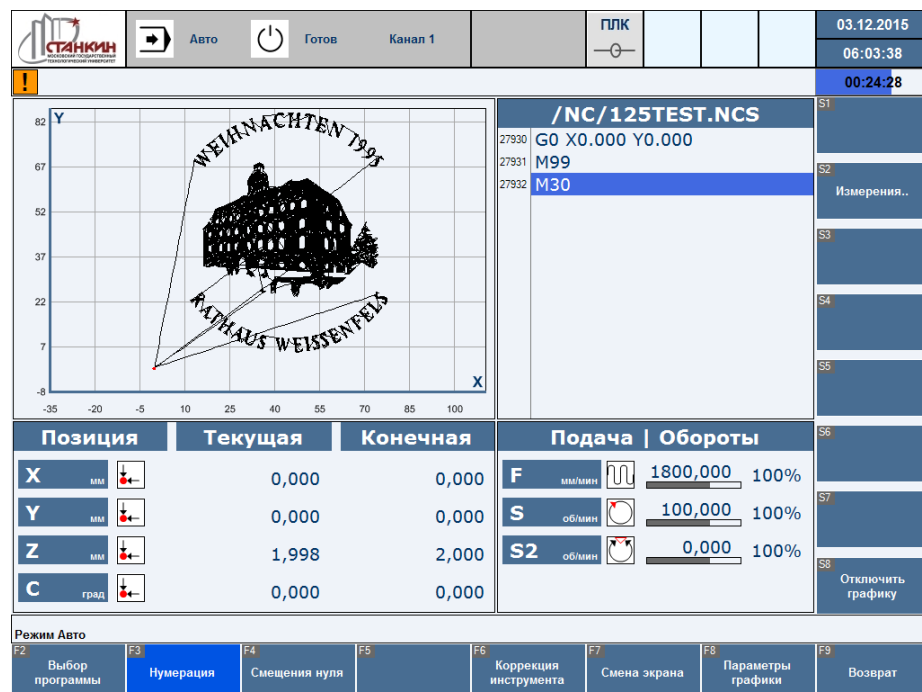
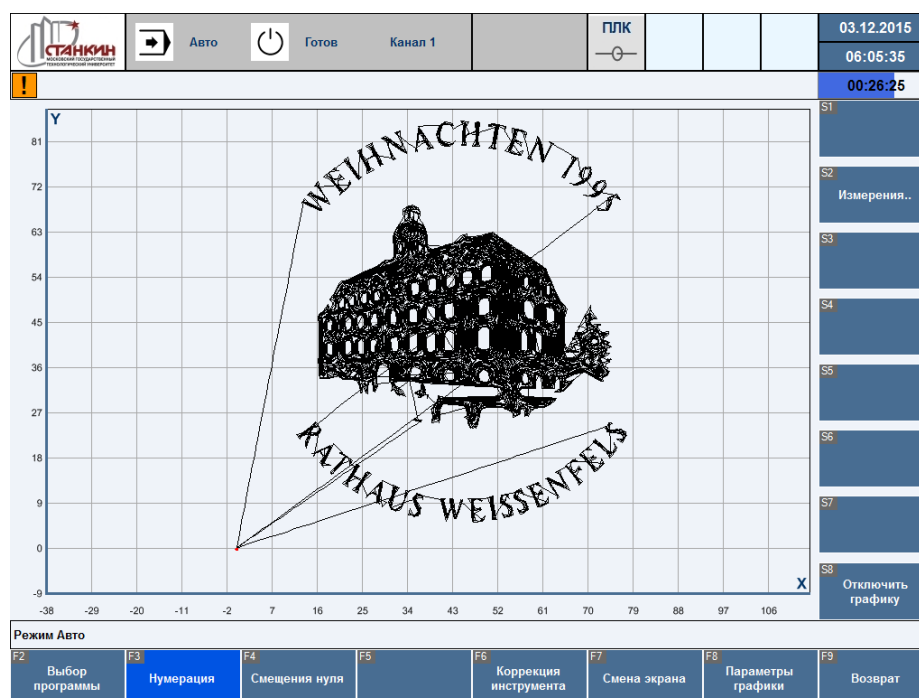

Рисунок 33 – Графическое отображение траектории инструмента
Рисунок 34 – Полноэкранный графическое отображение траектории инструмента
- Графика (графическое отображение траектории инструмента, Рисунок 33, см. также раздел 3.4.3):
- Полноэкранный графика (графическое отображение траектории инструмента, Рисунок 34, см. также раздел 3.4.3):
В режимах «Автоматический» (а также «Ручной ввод» и «Ручной (Jog)») существует возможность графического отображения траектории инструмента (Рисунок 33), в том числе и полноэкранного (Рисунок 34).